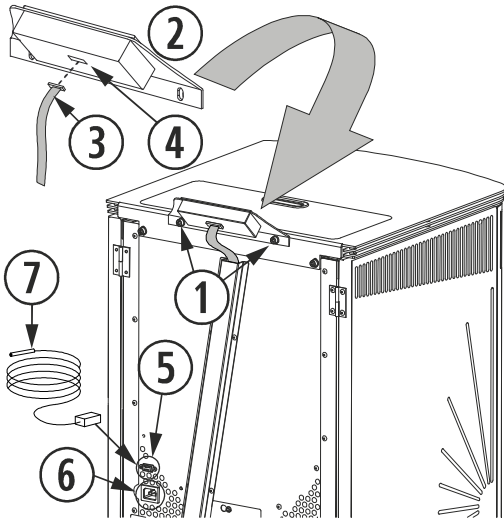

Figura 8
Devemos ajustar os parafusos que fixam o suporte à estufa (①), como se indica na *figura 8*, ligar a fita plana de ligação do teclado (③), que está na parte traseira presa com uma fita adesiva e ligá-la ao teclado (④), só tem uma posição de ligação.
A sonda de ambiente (⑦) e o cabo de alimentação ligam-se na parte traseira da estufa indica a *figura 8* (*Vigo*). Saberemos que a estufa o reconhece porque veremos a temperatura ambiente no painel de comandos. Se ligarmos um termostato ou contacto, no lugar de visualizar a temperatura ambiente aparecerá (·) indicando-nos que há algo ligado na porta de comunicação.